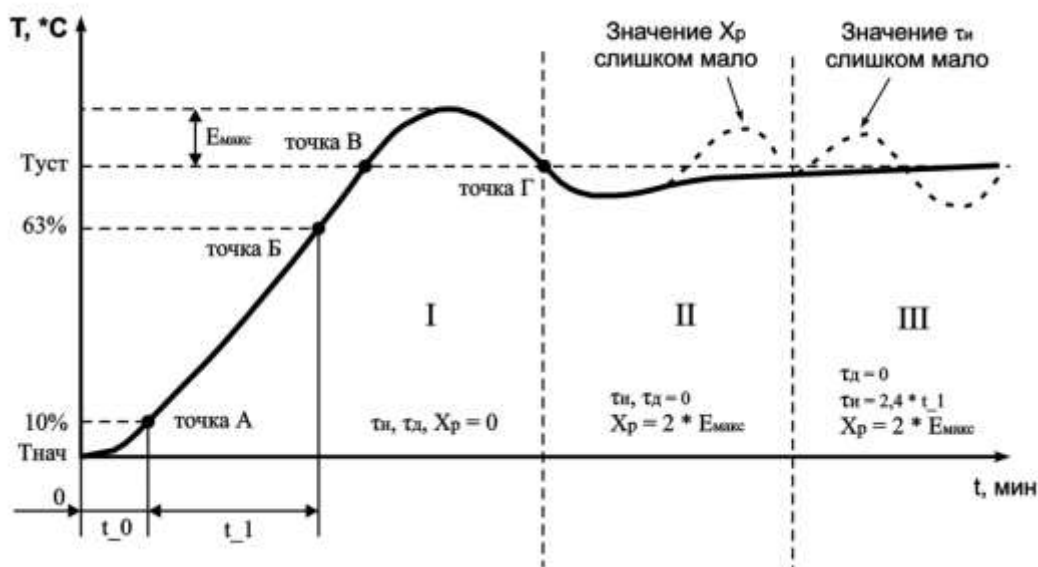

Рисунок 7.1 - Ручная настройка ПИД-регулятора
7.2.5.2.3 Установить значение параметра $CH_1 = 3$ (CH_2 , CH_3 , CH_4). После нажатия кнопки , на индикаторе отобразится мигающая надпись “ PID ” с соответствующим индикатором номера настраиваемого канала в течении времени 10 сек (время может меняться в зависимости от установленного времени фильтра Ft_1 , Ft_2 , Ft_3 , Ft_4). По окончании времени регулятор выдаст непрерывный максимальный выходной сигнал и на дисплее отобразится текущая температура с точкой в младшем разряде “xxx.”. В результате чего выходное реле нагрузки будет включено до тех пор, пока не будет достигнута величина температуры равная SP ($T_{уст}$). После выключения реле нагрузки (стадия I, точка B на рисунке 7.1) некоторое время температура по инерции будет продолжать увеличиваться. Как только контролируемая температура опустится ниже SP ($T_{уст}$), процесс автонастройки заканчивается (точка Г рисунок 7.1), на дисплее отображается непрерывная надпись “ PID ”. ТР-101 вычисляет коэффициенты ПИД регулятора: полосу пропорциональности X_p , постоянную времени интегрирования t_i , постоянную времени дифференцирования t_d . После окончания автонастройки необходимо нажатием кнопки  перевести прибор в режим программирования, в котором можно посмотреть и скорректировать полученные значения коэффициентов.
7.2.6.3.6 Измерить максимальное значение перерегулирования между точками В и Г ($E_{\max}$, рисунок 7.1).